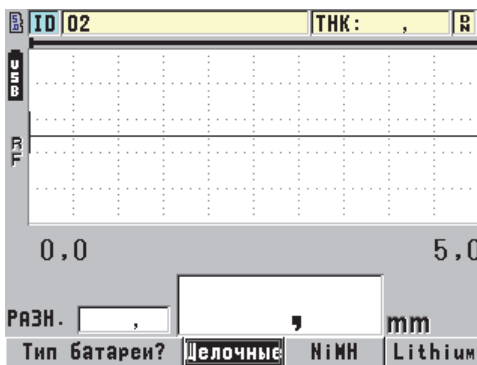

Рис. 2-4 Выбор типа батарей
12. Чтобы ответить на вопросы, отображаемые в нижней части экрана (см. Рис. 2-4 на стр. 41):